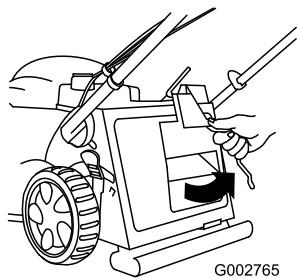

Figura 26
1. Gire la varilla de cierre a la derecha y retire el tapón de mulching (Figura 26).